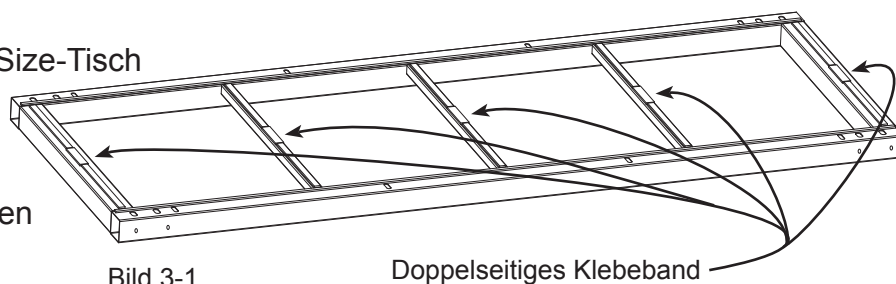

Bild 3-1
**3-1 :** Vor dem Auflegen der Tischoberfläche auf der Tischkonstruktion, entfernen Sie die Sicherung des doppelseitigen Klebebandes, das sich in der Mitte der Tischkonstruktion befindet. Siehe Bild 3-1.